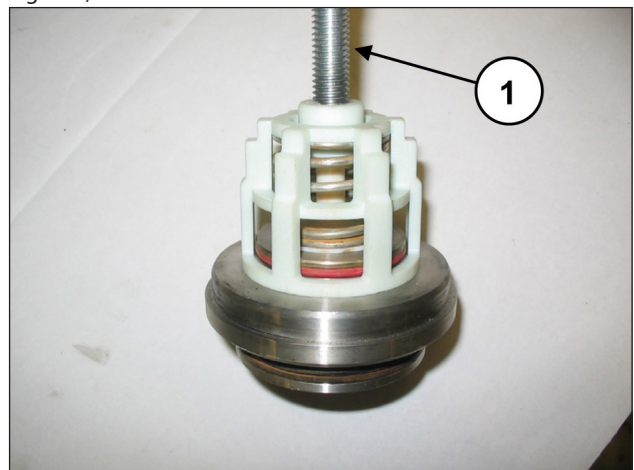

Fig. 104
Desmonte os grupos da válvula de aspiração e de fluxo, soltando um parafuso M10 de modo a pressionar na guia interna e extrair a guia da válvula do local da válvula (pos. ①, Fig. 104).